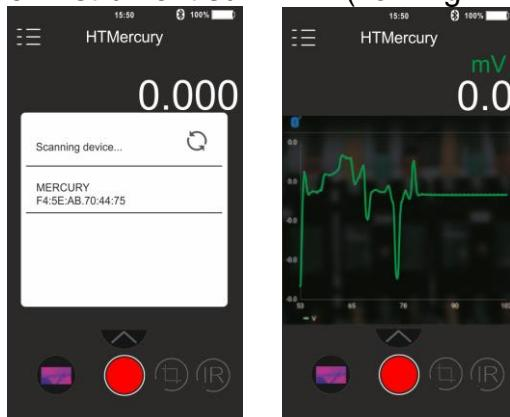
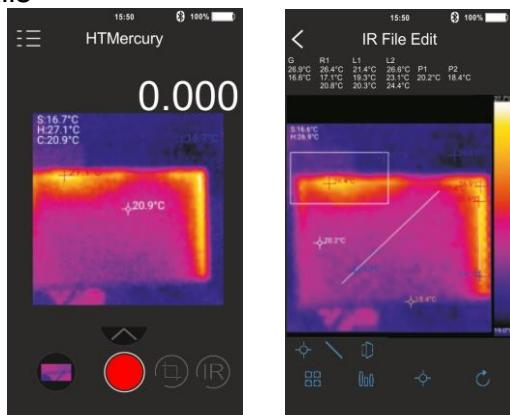

Fig. 44: Communication avec APP HTMercury
Fig. 45: Applications de l'APP HTMercury
- Effectuer la recherche de l'instrument sur l'APP (voir Fig. 44 – partie gauche)
- L'affichage en temps réel du signal entrant de l'instrument est présent sur le dispositif mobile (voir Fig. 44 – partie droite) et il est possible de sauvegarder des captures d'écran et d'activer/sauvegarder des enregistrements dans les menus internes de l'APP. Il est également possible de sauvegarder des captures d'écran d'images thermographiques et d'insérer dessus des objets pour une analyse avancée (voir Fig. 45). Voir l'aide en ligne de l'APP pour plus de détails